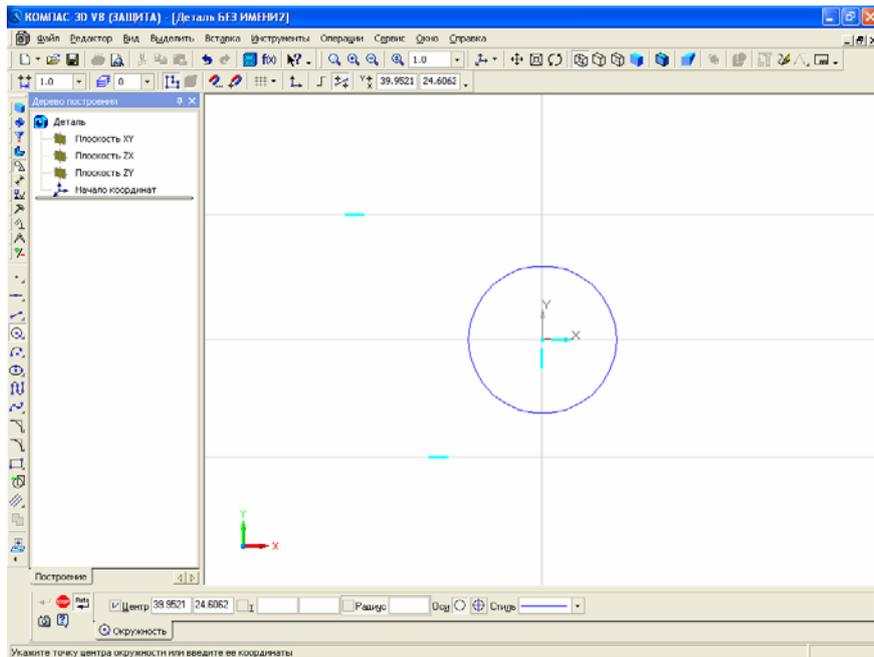

Рис. 21. Окружность построена
13. Чтобы создать окружность, щелкните по кнопке (Создать объект), рис. 21.